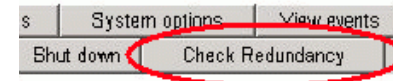

Figura 2. Controllo della ridondanza
2. Nella pagina Initialized Storage System Properties [Proprietà sistema di archiviazione inizializzato], fare clic su **Check Redundancy** [Controlla ridondanza]. Vedere la Figura 2. Controllo della ridondanza.